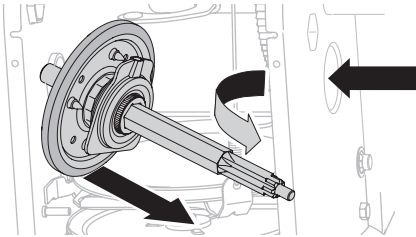

Figura 92
6. Con cuidado, ubique el eje hexagonal hacia abajo y hacia la izquierda antes de deslizar con precaución el conjunto de la rueda de fricción fuera del eje (Figura 92).